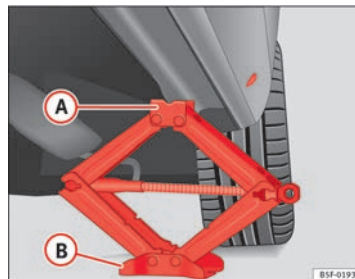

Fig. 129 Bas de caisse : placement du cric du véhicule
- Tourner le cric*, placé sous le point d'appui du bas de caisse, pour le lever jusqu'à ce que l'ergot ⇒ fig. 129 se trouve sous le logement en plastique prévu à cet effet.